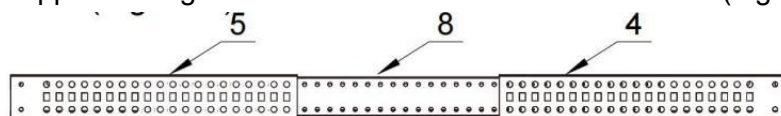

Figure 1
1. Alignez les raquettes du coin gauche B (#4) et celles du coin droit coin Supports (#4) avec les sections centrales (#8), faites glisser les supports d'angle sur le dessus du Sections centrales. (Figure 1)